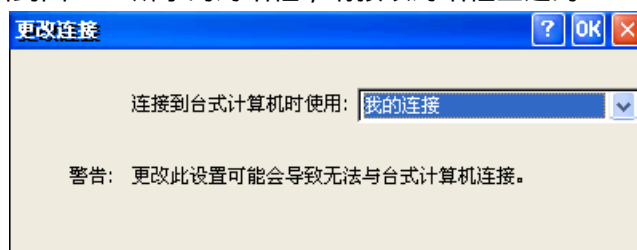
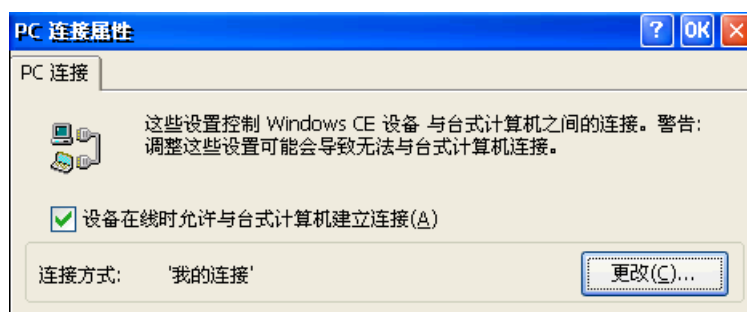

图 2.33 更改连接对话框
图 2.34 更改 PC 连接方式为‘我的连接’
6. 弹出如图 2.33 所示的“更改连接”对话框,在下拉选择框中选择“我的连接”,然后按“OK”按钮回到图 2.34 所示的对话框,请按该对话框上边的“OK”按钮确认。